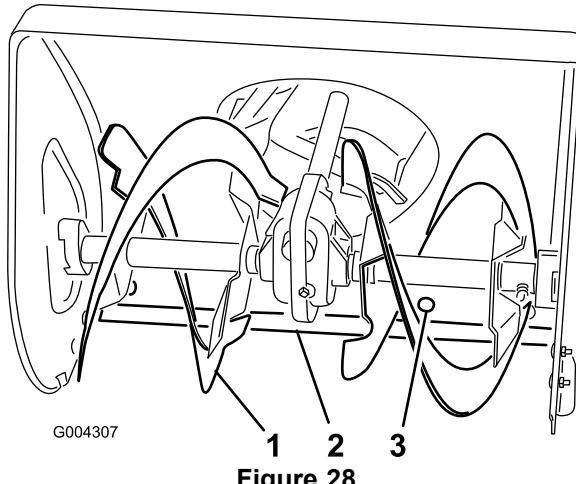

Figure 28
1. Côté du carter de vis sans fin (2)
2. Écrous à embase (4)
4. Placez un support sous les lames de la vis sans fin pour qu'elles se trouvent à 3 mm au-dessus du sol (Figure 28).
6. Pour corriger la position de la lame racleuse, desserrez les 5 vis de fixation (Figure 28), mettez la lame de niveau à la hauteur voulue et resserrez les vis.